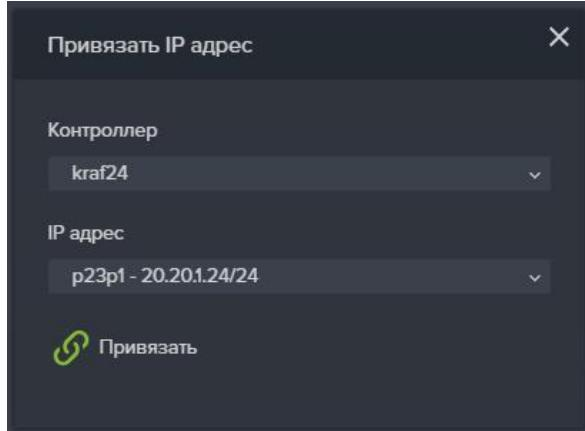

Рисунок 80. Окно привязки IP адресов к службам
5. Нажмите «Привязать IP адреса», откроется одноименное окно (см. Рисунок 80);